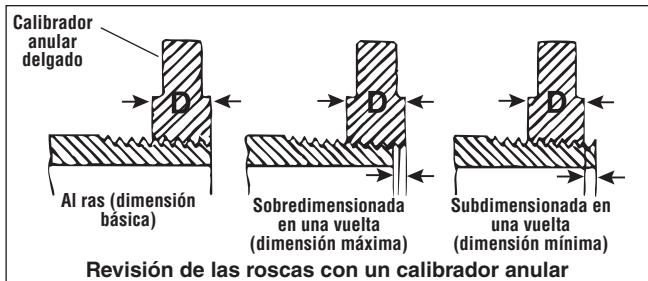

Figura 16 – Revisión del tamaño de la rosca
3. Inspeccione el tamaño de la rosca. El método preferido para revisar el tamaño de la rosca es mediante un calibrador anular. Hay calibradores anulares de diversos estilos; su uso puede ser diferente a lo que se muestra en la Figura 16.